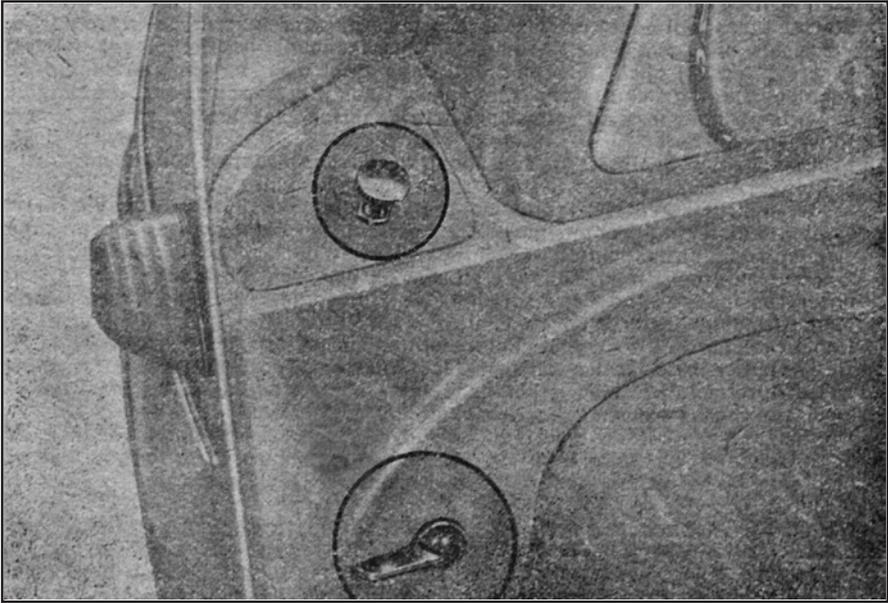

Abb. 12. Betätigung der Anreicherungsvorrichtung
- a) Man öffnet den Kraftstoffhahn durch Drehen des Hebelchens nach unten, beim Starten eines kalten Motors öffnet man noch die Anreicherungsvo­r­rich­tung des Vergasers und zwar so, dass man den ausragenden Druckknopf des Startvergasers (Abb. 12) nach links umdreht, dann zieht man ihn ganz aus und durch Rechtsumdrehen sichert man ihn gegen seine Zurückschiebung. Unmittelbar nach dem Anlassen wird seine Lage wieder durch Linksumdrehen und Hineinschieben gesichert.